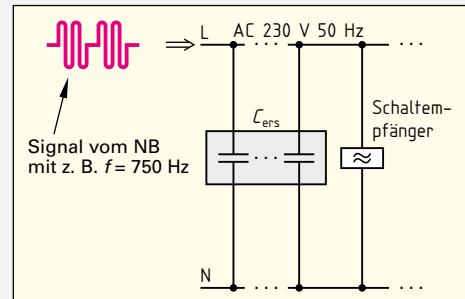

Bild 1: Kondensatoren in Anlagen mit Rundsteuersignalen
6. Mithilfe eines Rundsteuersignals mit einer Frequenz von z.B. 750 Hz kann ein NB z.B. öffentliche Straßenbeleuchtungen zentral ein- und ausschalten oder die Hoch- und Niedertarifumschaltung für verschiedene Verbraucher vornehmen. Warum kann ein solches hochfrequentes Rundsteuersignal einen Schaltempfänger nicht erreichen, wenn im selben Netz viele Kondensatoren ( $C_{ers}$ ) parallel geschaltet sind (Bild 1)? Begründen Sie Ihre Aussage.